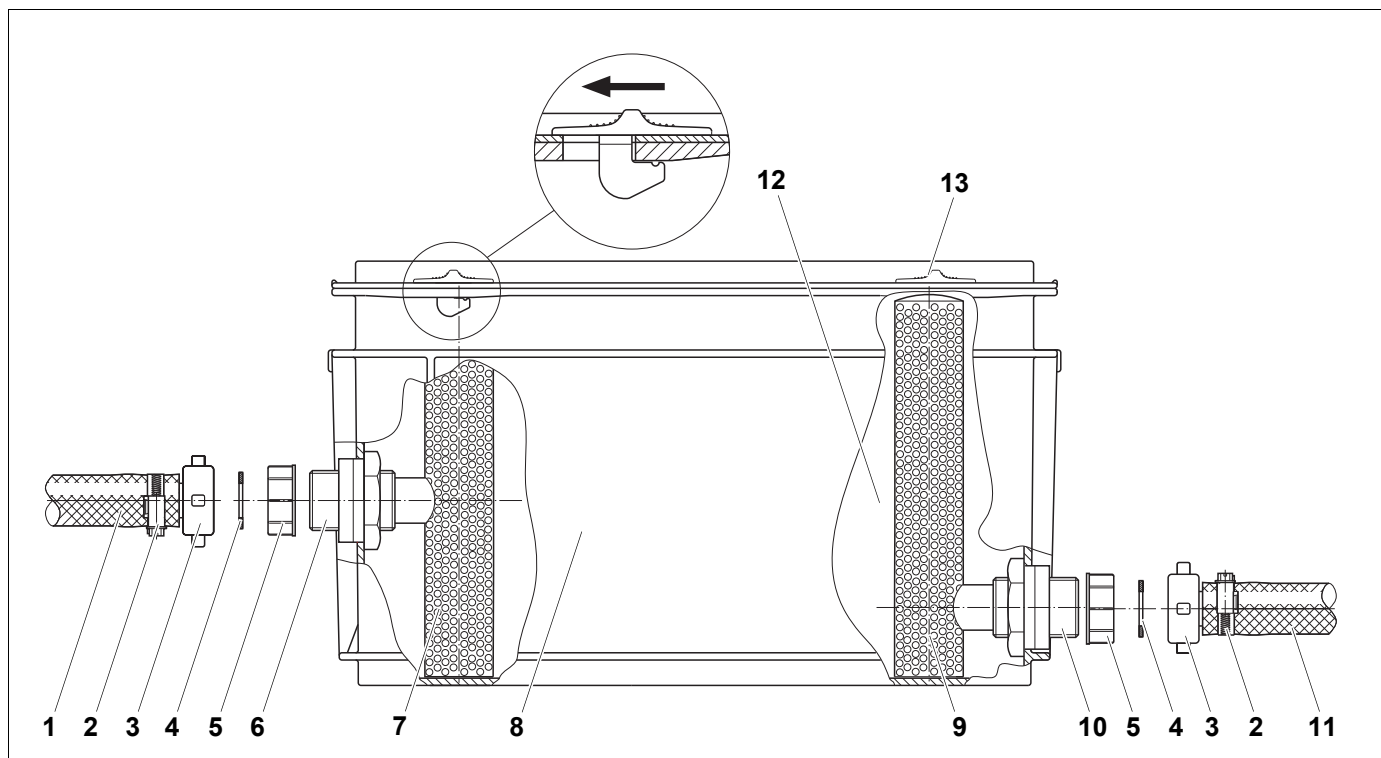
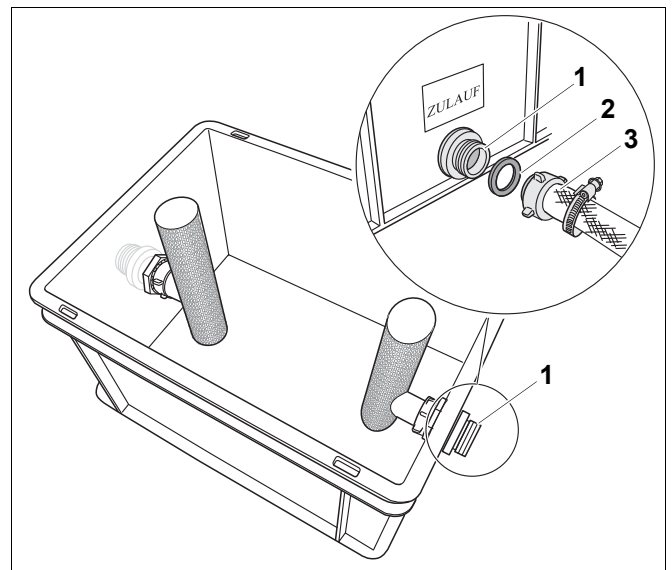

Рис. 1 Устройство нейтрализации
Рис. 3 Подсоединение шланга
- Отверните желтые крышки (рис. 1, **поз. 5**, стр. 3) со штуцеров.
- Обрежьте подающий шланг (рис. 1, **поз. 11**, стр. 3) до нужной длины и соберите отдельные детали в указанной последовательности (рис. 3, **поз. 2 и 3**).
- Обрежьте предварительно собранный сливной шланг (рис. 1, **поз. 1**, стр. 3) до нужной длины и наверните на сливной штуцер.
Конец сливного шланга (рис. 1, **поз. 1**, стр. 3) должен быть хорошо виден, чтобы в любое время можно было контролировать работу устройства нейтрализации.
- Очистите корпус нейтрализатора (рис. 1, поз. 8, стр. 3).